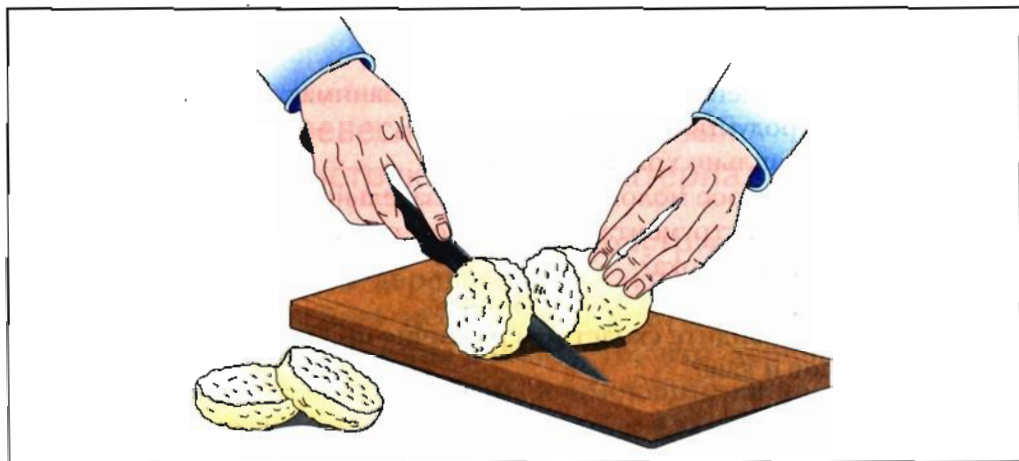

Рис. 78. Формование сырников
3. Полученную массу выложите на разделочную доску, раскатайте колбаской (диаметр — 6–7 см), нарежьте на порции толщиной 1,5 см (рис. 78) и придайте им форму сырников.